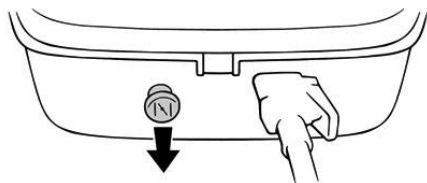

Рис. 32 Рычаг управления воздушной заслонкой
- Если двигатель лодочного мотора холодный, перед запуском вытяните рычаг управления воздушной заслонкой (закрытое положение) (Рис. 32). После запуска двигателя полностью задвиньте рычаг.